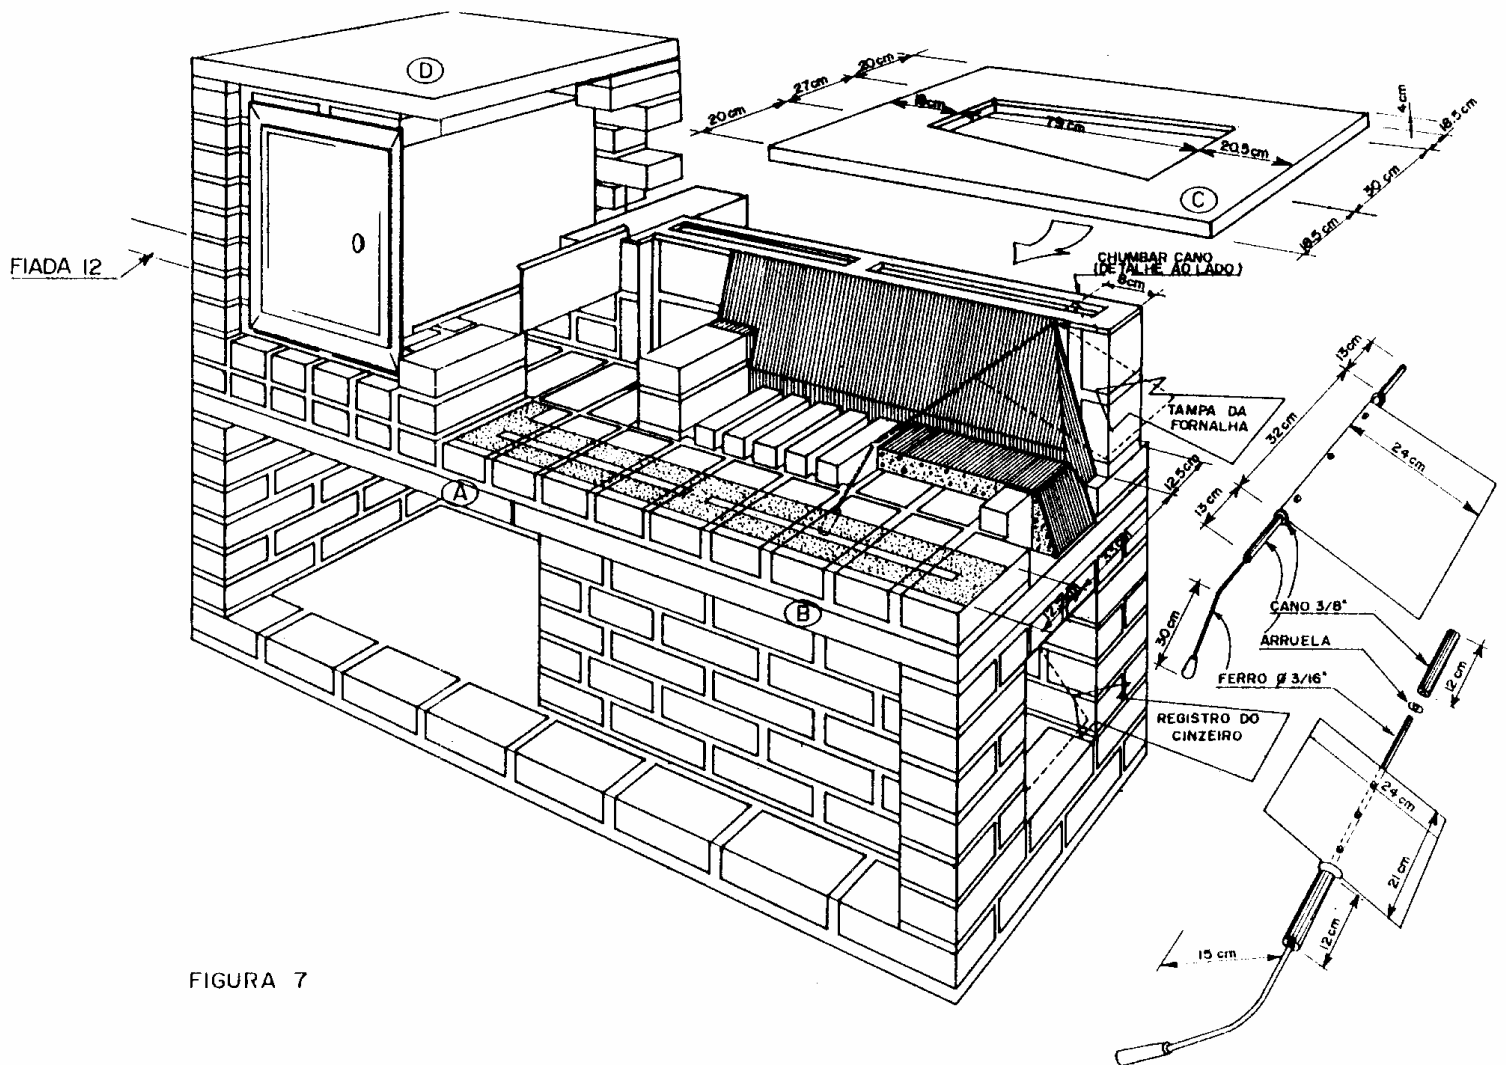

FIGURA 7
- Os tijolos são assentados em cutelo, formando paredes duplas em cada lateral. O vazio nas paredes duplas é de 2,5 centímetros, ficando cada lateral com espessura de 12,5 centímetros, e, no meio, em cada lateral, são assentados tijolos (cortados) em sentido transversal, para melhorar a amarração. (Note com atenção este detalhe junto à caixa do forno na figura 7).